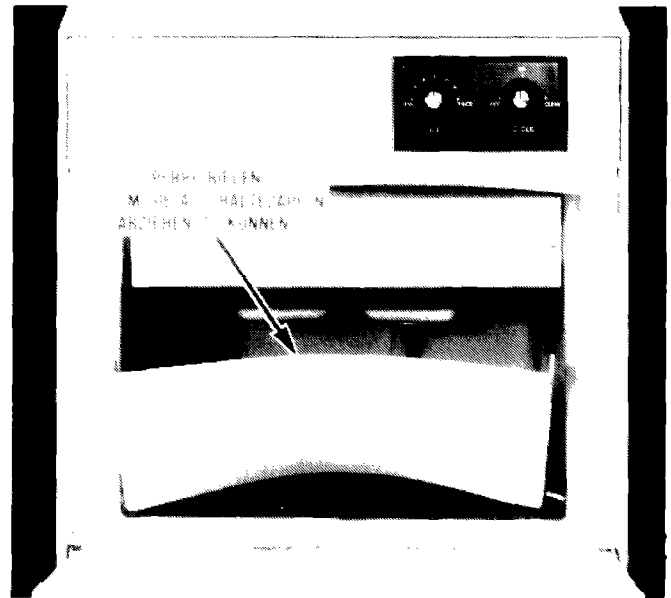

ABB. 6
11. Eissperre entfernen (Abb. 6).